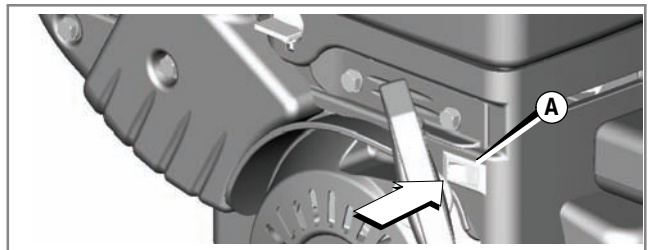

Figure 9
- Placer l'interrupteur d'arrêt (**A**), le cas échéant, en position d'arrêt (Figure 9).